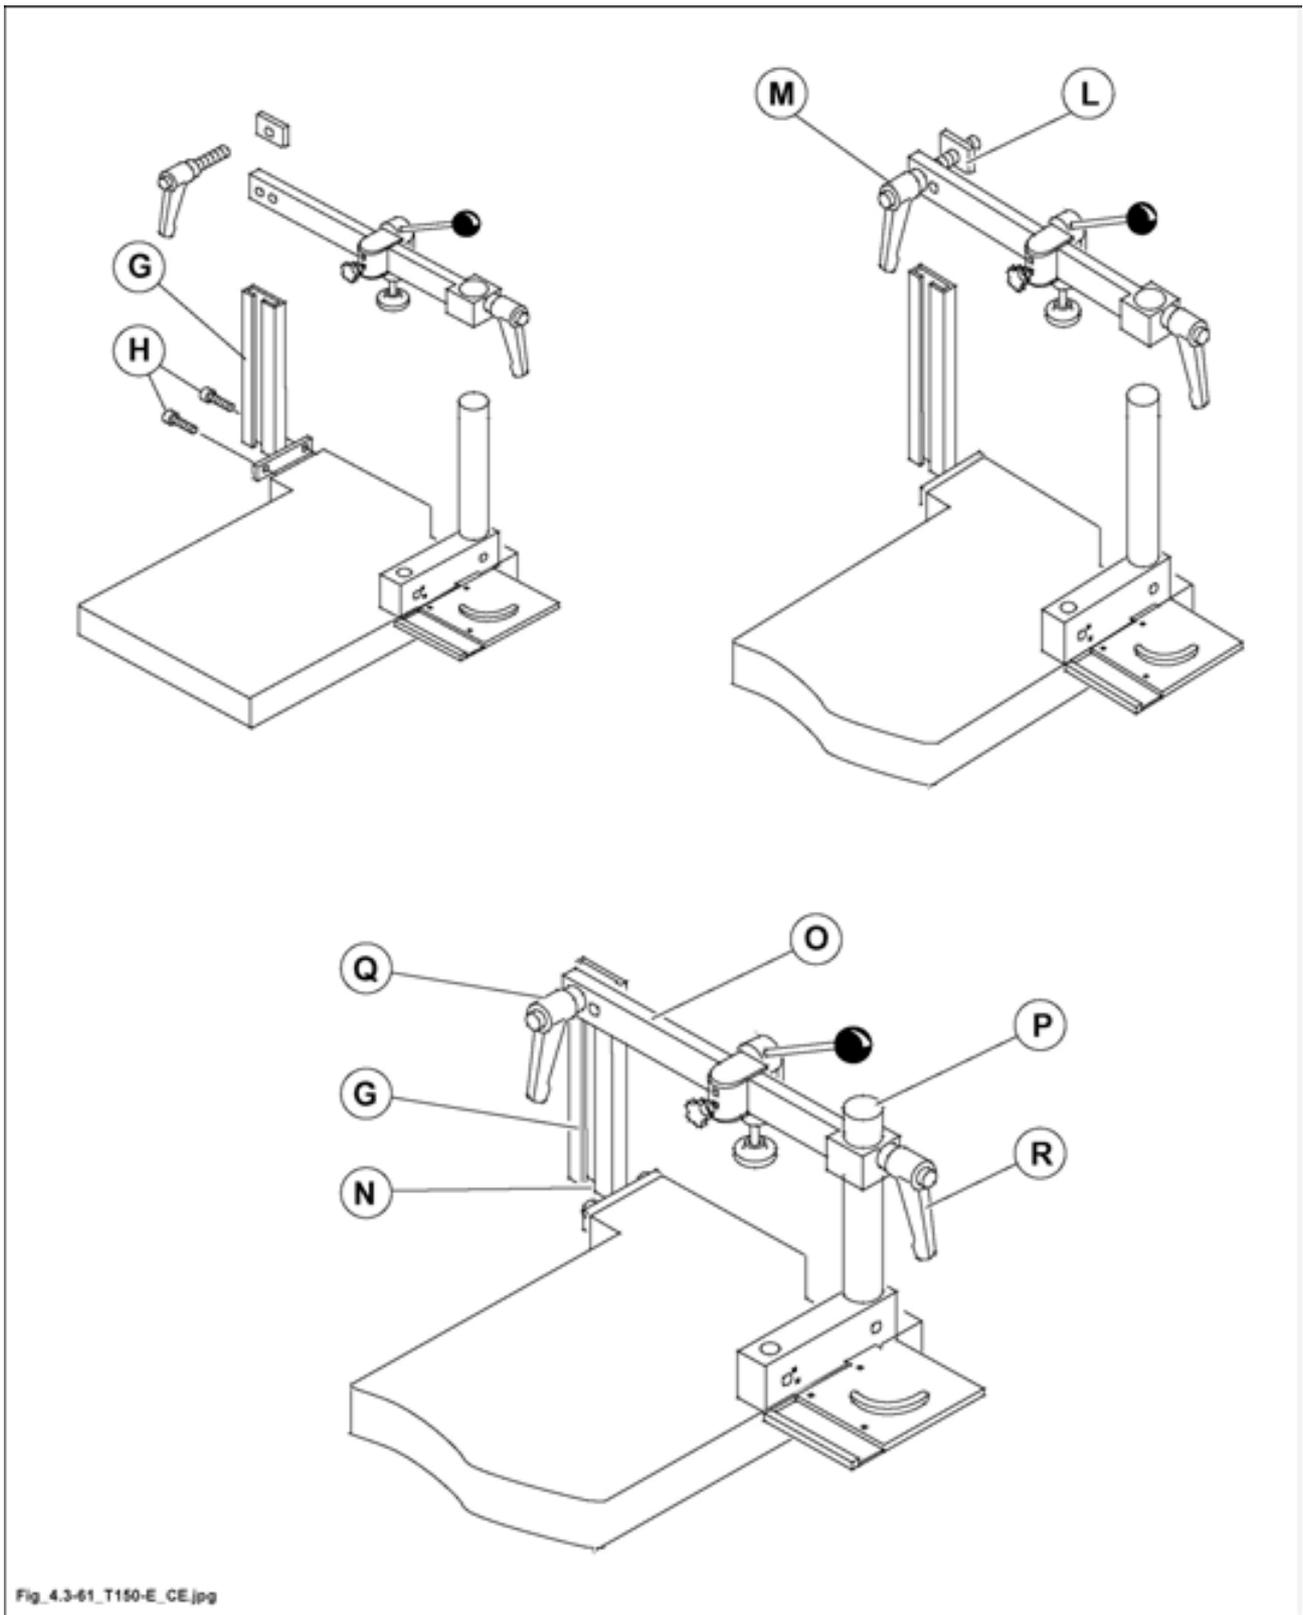

Fig. 4.3-61
- 1) Monter la tige de soutien (G fig. 4.3-61) du presseur en la fixant avec les vis (H fig. 4.3-61) à la table pour tenonner.
- 2) Visser la plaquette (L fig. 4.3-61, placée dans le paquet accessoires) à la poignée (M fig. 4.3-61).
- 3) Introduire la plaquette (L fig. 4.3-61) dans la rainure (N fig. 4.3-61) du soutien (G fig. 4.3-61) et simultanément introduire le pivot (P fig. 4.3-61) dans l'alésage du pont (O fig. 4.3-61).
- 4) Déplacer le pont à la hauteur souhaitée et serrer les poignées (Q et R fig. 4.3-61).